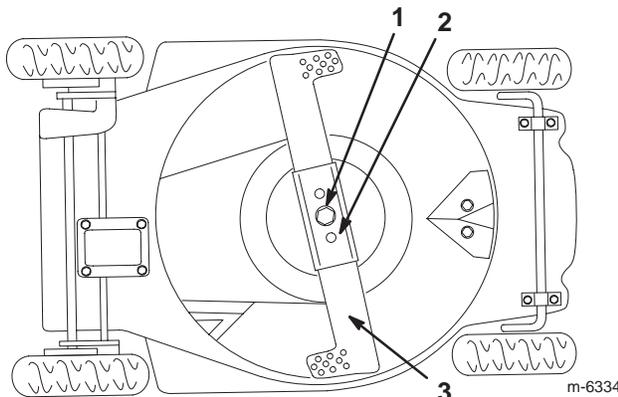

Figure 29
4. Basculez la tondeuse sur le côté **gauche** (Fig. 29).
2. Enlevez le boulon et la rondelle de blocage de la lame, la lame et le renfort (Fig. 29).